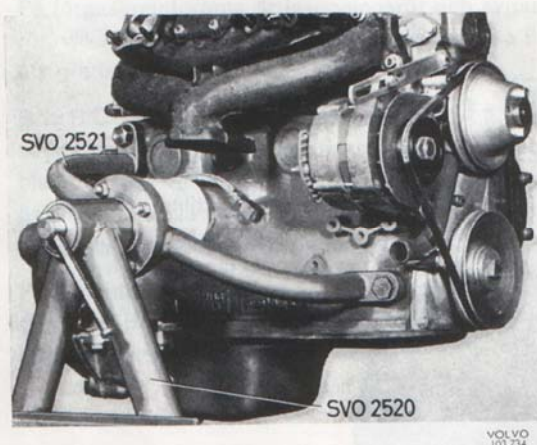

Bild 24. Motor i stativ, B20
1. Placera motorn i stativ 2520 med fixtur 2521 för B 20 och 2820 för B 30, se bild 24 resp. 25. Tappa av oljan.